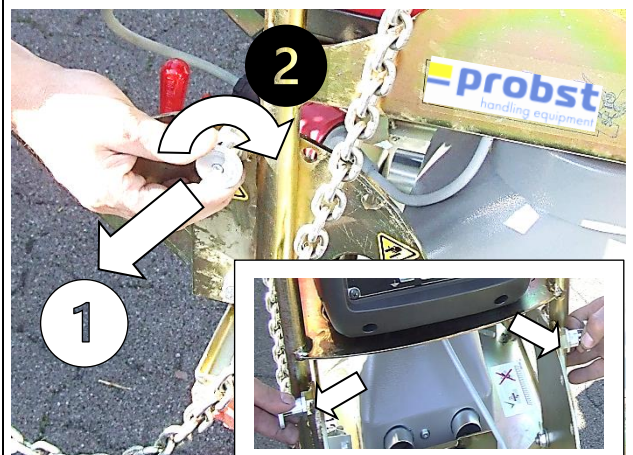

Fig. 01
Als het apparaat met een netvoeding wordt gebruikt, moet de netvoedingskabel **worden bevestigd aan de netvoedingskabelhouder (1)** die op de handgreep (4) is aangebracht (zie fig. 01)! Dit om ervoor te zorgen dat de stekerverbinding van het netsnoer beveiligd is tegen onbedoelde ontkoppeling (b.v. door onbedoeld op het snoer te stappen met als gevolg: **geen vacuüm, →belasting valt weg**).